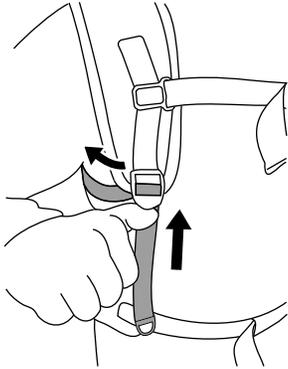

Figura 8
5. Se as correias de ombro ou as correias do elevação de carga estiverem demasiado apertadas, empurre os ajustadores para cima para alongar a correia (Figura 8).